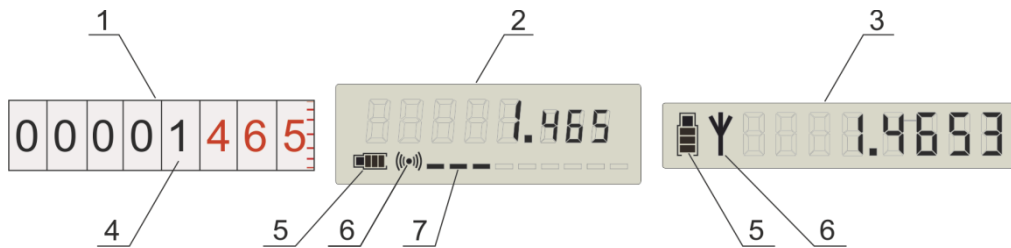

Рисунок 1 – Пример отображения данных на индикаторе МСУ/ЭСУ
Индикатор МСУ (рисунок 1) представляет собой механическое устройство из роликowych указателей объёма. Первые пять указателей показывают объем жидкости – в кубических метрах (м^3), последующие три указателя после отметки на лицевой панели показывают объем в десятых, сотых и тысячных долях м^3 . На последнем указателе (для тысячных долей м^3) нанесена шкала с ценой деления – $0,0002 \text{ м}^3$ ($0,2 \text{ л}$).
- для исполнения Э1 - однострочный девятисимвольный индикатор (рисунок 1);
- для исполнения Э2 - двустрочный восьмисимвольный индикатор (рисунок 1).